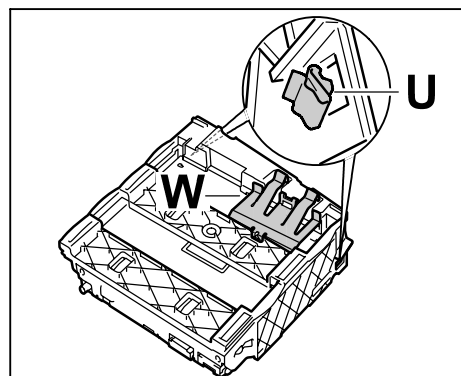

Bild 31
- 10.1.2 Befestigungsklammern ⇒ Bild 31 -U- und Halterblech ⇒ Bild 31 -W- an Halter DVD-Navigationslaufwerk clippen.